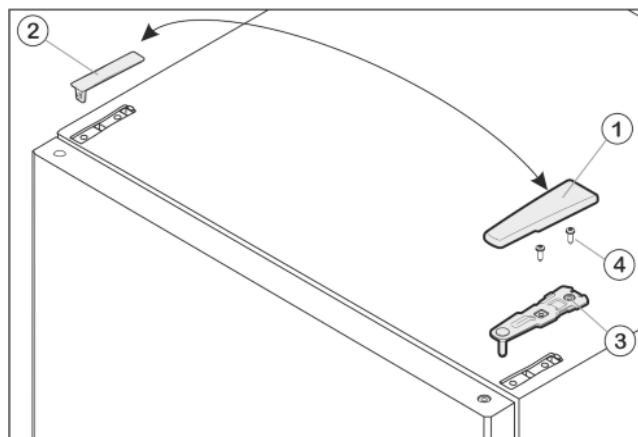

Fig. 7
- ▶ Skinite pokrov Fig. 7 (1) prema naprijed i gore.
- ▶ Podignite pokrov Fig. 7 (2).
- ▶ Odvijte gornji podložak ležaja Fig. 7 (3) (2 puta Torx® 25) Fig. 7 (4) i izvucite ga prema gore.
- ▶ Umetnite gornji podložak ležaja Fig. 7 (3) na novu stranu šarke u vrata.
- ▶ Čvrsto pritegnite gornji podložak ležaja (**s 4 Nm**) (2 x Torx® 25) Fig. 7 (4). Eventualno probušite šilom ili odvijačem na baterije rupe za vijke.
- ▶ Postavite izvana pokrov Fig. 7 (1) i pokrov Fig. 7 (2) uvijek na suprotnu stranu i pustite ih da uskoče.